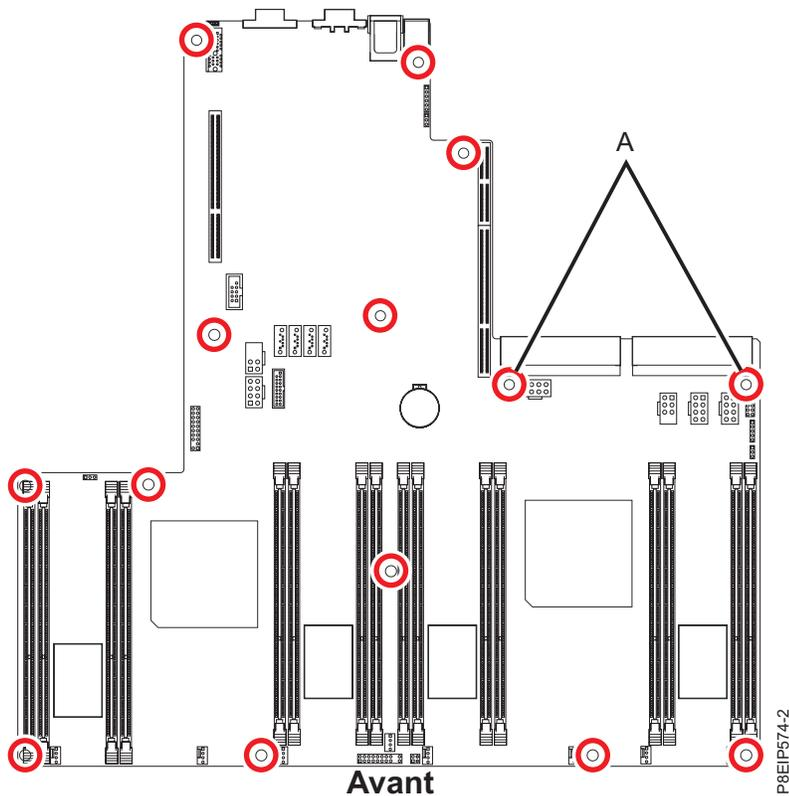

Figure 41. Emplacements des vis. Les deux vis situées à l'emplacement (A) sont noires et légèrement plus longues.
13. Alignez et vissez les 14 vis dans le fond de panier système. Les emplacements des vis sont illustrés dans la figure 41, à la page 42.